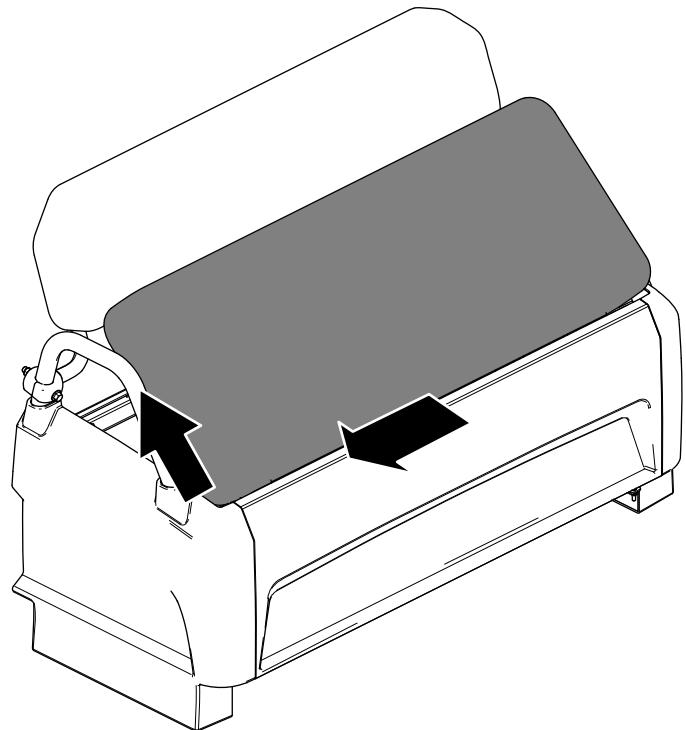

Figura 35
2. Fate scorrere il cuscino lateralmente estraendolo dai perni e sollevatelo (Figura 35).